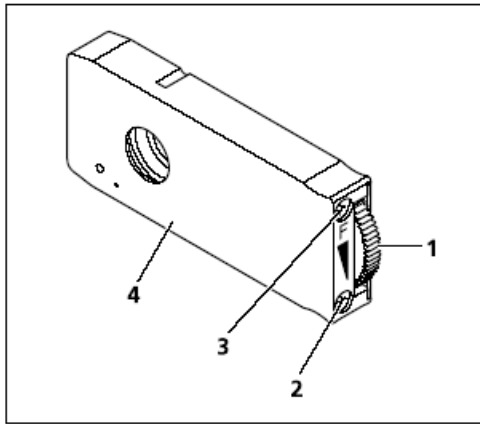

图4-36 14x40 mm 光阑插板
- 插板的转盘（图4-36/1）向上转动，光阑开启，向下转动，光阑关闭。
- 使用调心螺丝（图4-36/2和3）和 SW3 六角套筒扳手即可把光阑定位到光路中心。